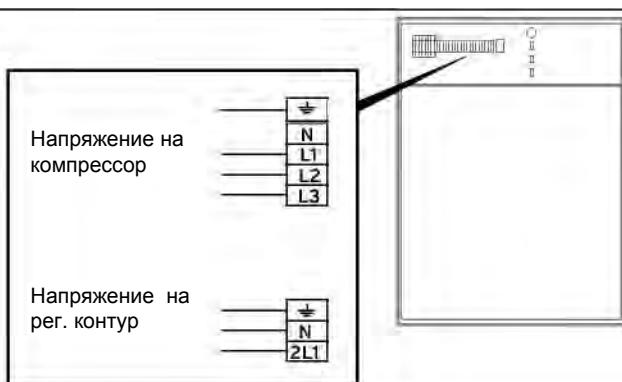

Рис. 7.1 Подключение теплового насоса к эл. сети
- Соедините питающие провода с соединительными клеммами (см. рис. 7.1).